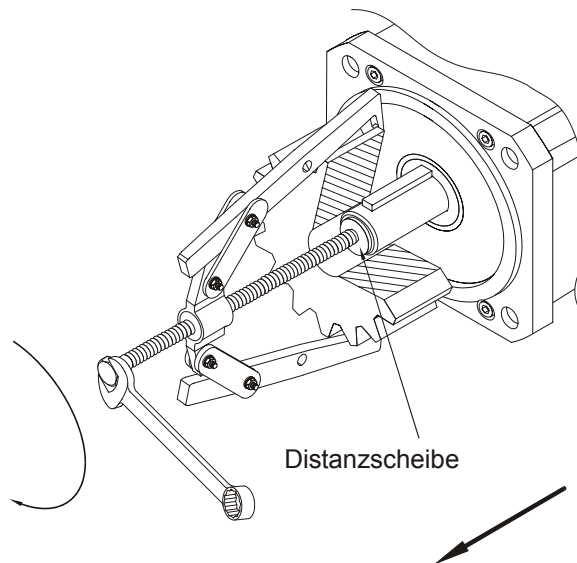

Abb. 3: Demontage eines Abtriebslements
- Zur Demontage verwenden Sie bitte ein Abziehgerät, siehe Abb. 3.